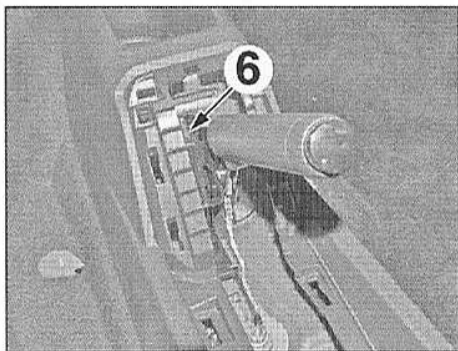

FIG.54
- Agir sur l'écrou (6), pour obtenir un décalage inférieur ou égal à 1 mm en (a) (Fig.54).